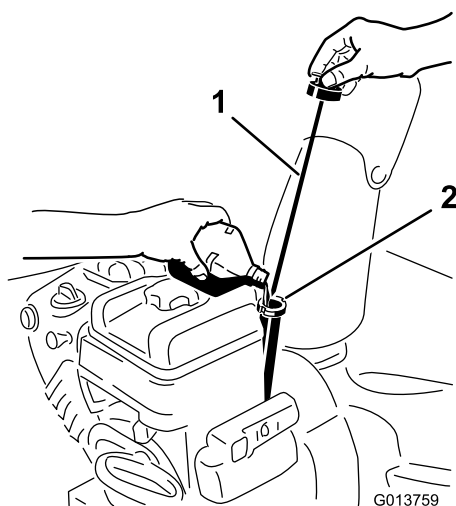

Figure 13
2. Nettoyez la surface autour du bouchon de remplissage (Figure 13).